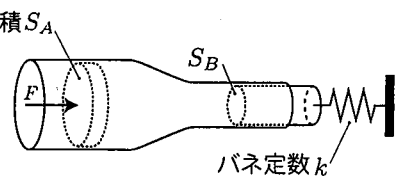

図1-2
(2) 図1-2: 断面積が  $S_A$  から  $S_B$  へ変化している筒にピストンを挿入し、断面積  $S_B$  のピストンにバネ定数  $k$  のバネを繋げた。  $S_A$  のピストンに紙面右方向に  $F$  の力を加えて全体が静止したとき、バネの変位  $x$  を  $F, S_A, S_B, k$  を用いて表せ (10点)。